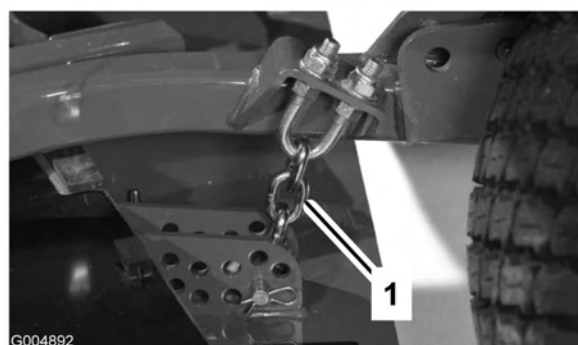

Figure 75
3. Enlevez la goupille fendue et l'axe de chape qui fixent les chaînes de hauteur de coupe à l'arrière du plateau de coupe (Figure 75).